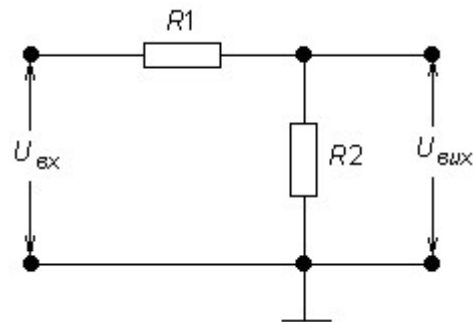

Рис. 2.1.1. Електричне коло постійного струму
1. Створити схему, представлену на рис. 2.1.1 Встановити такі значення опорів:  $R1 = 10 + N$  Ом, де  $N$  – номер варіанта;  $R2 = 10$  Ом.
2. Розрахувати вихідну напругу  $U_{\text{вих}}$ , якщо до входу схеми, представленої на рис. 2.1.1, підключити джерело постійної напруги 12 В (батарею напругою 12 В).